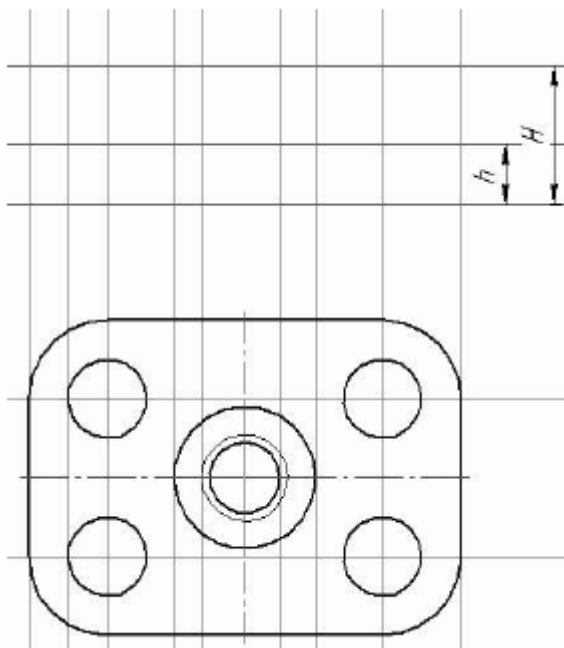

Рис.19. Построение линий
5. Для построения фронтальной проекции детали (главного вида) необходимо воспользоваться вертикальными  и горизонтальными линиями  (рис. 19).